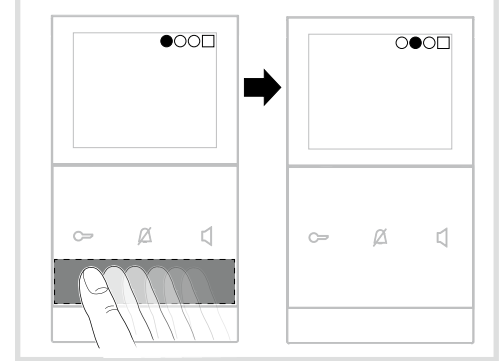

Bild 3: Menüseitenwechsel
Das Menü besteht aus 4 bis 6 Seiten je nach freigeschalteten Sonder-/Servicefunktionen. Zugegriffen und umgeschaltet wird mit dem Menü-Slider ⑩ durch horizontales Wischen mit dem Finger auf der berührungsempfindlichen Oberfläche (Bild 3).